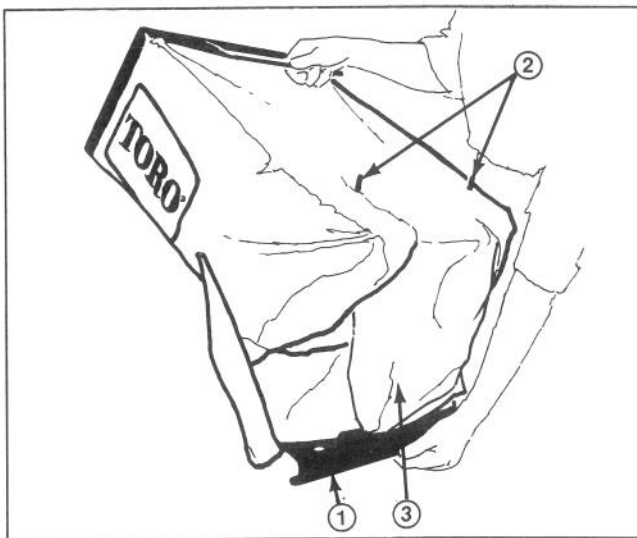

Figure 13
4. VIDAGE DU SAC—Saisir la poignée de l'armature du sac. Dégager la barre en plastique des ergots et glisser le sac à herbe hors de l'armature (fig. 13). Soulever le rabat couvrant l'arrière du sac à herbe. Soulever progressivement l'avant du sac tout en le secouant pour le vider.